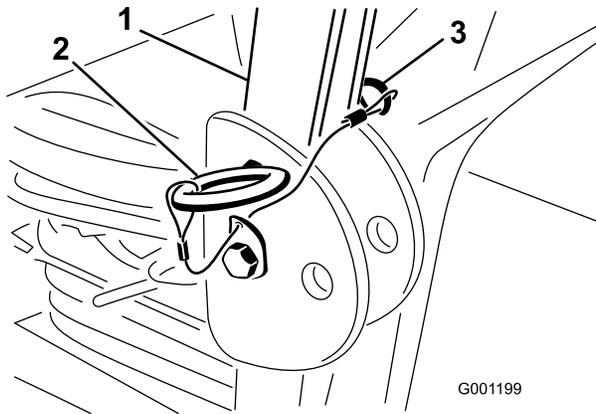

Figura 7
1. Con il roll bar in posizione sollevata, rimuovete le coppiglie e le 2 spine (Figura 7).